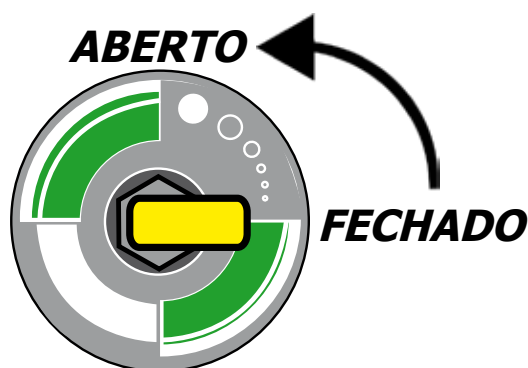

Fig. 1
- Selecione "CARGA DO VEÍCULO", com as teclas " + ↑ " e " - ↓ ". Prima OK para entrar no ciclo (fig.1)
- O óleo deve ser carregado com a válvula "Oil" apropriada (fig. 1), que será aspirado pela depressão formada com o vácuo, antes de premir a tecla OK de carga do gás.